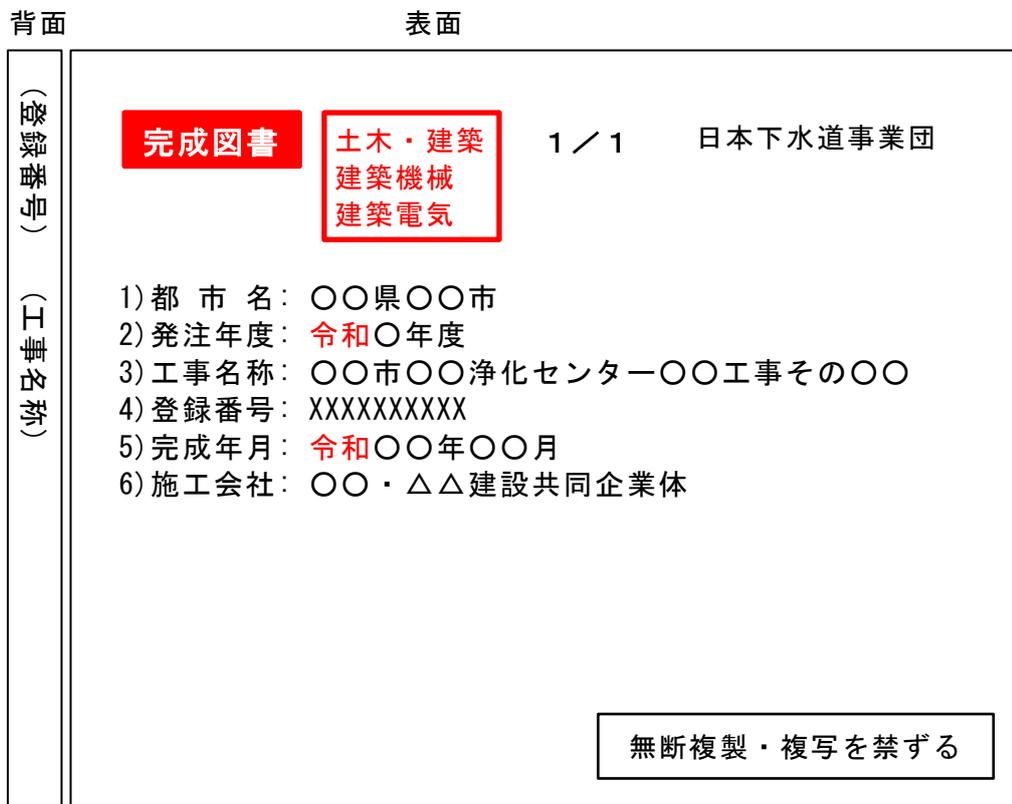

図 10-3 電子媒体ケースジャケットへの表記
- 電子媒体を収納するケースジャケットの表面には1)～6)、1 1) 1 2) の項目を印刷する。背面には、3) 4) を印刷する（図 10-3）。